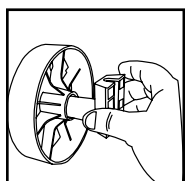

FIGURE 8
11. Insérer le boîtier de l'essieu dans la roue, avec l'extrémité la plus longue du boîtier placée vers le haut. **FIGURE 8.**